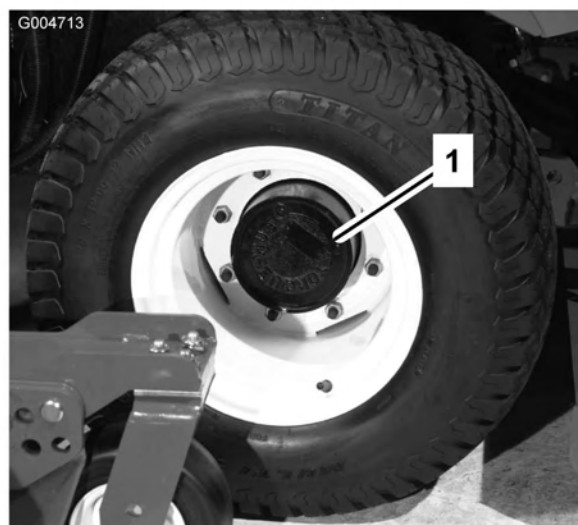

Bild 58
1. Stellen Sie die Maschine auf eine ebene Fläche und positionieren Sie das Rad so, dass sich die Prüf-/Ablassschraube (Bild 58) in der tiefsten Stellung befindet.